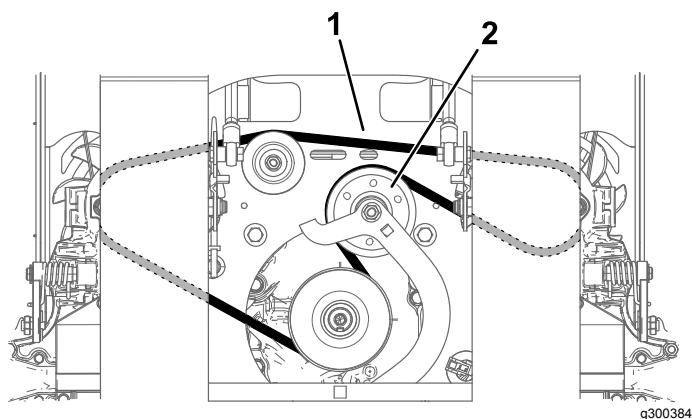

Рисунок 58
6. Снимите ремень (Рисунок 58).
8. Установите новый ремень, проложив его вокруг шкивов, как показано на Рисунок 58.